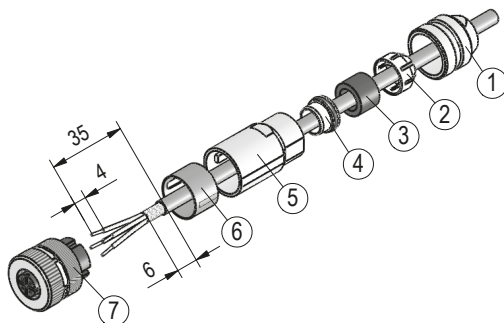

Abb. 19: Gegenstecker M12 gerade
**Montage (Abb. 19)**
1. Dichtung ③ in Schirmring ② schieben.
2. Teile ① ... ⑥ über Kabelmantel schieben.
4. Litzen in Einsatz ⑦ schrauben (entsprechend Anschlussbelegung).
5. Kupplungshülse ⑤ in Einsatz ⑦ schrauben.
6. Schirm um Schirmring ④ legen und in Kupplungshülse ⑤ schieben.
7. Druckschraube ①, mit Dichtung ③ und Schirmring ②, auf Kupplungshülse ⑤ schrauben.